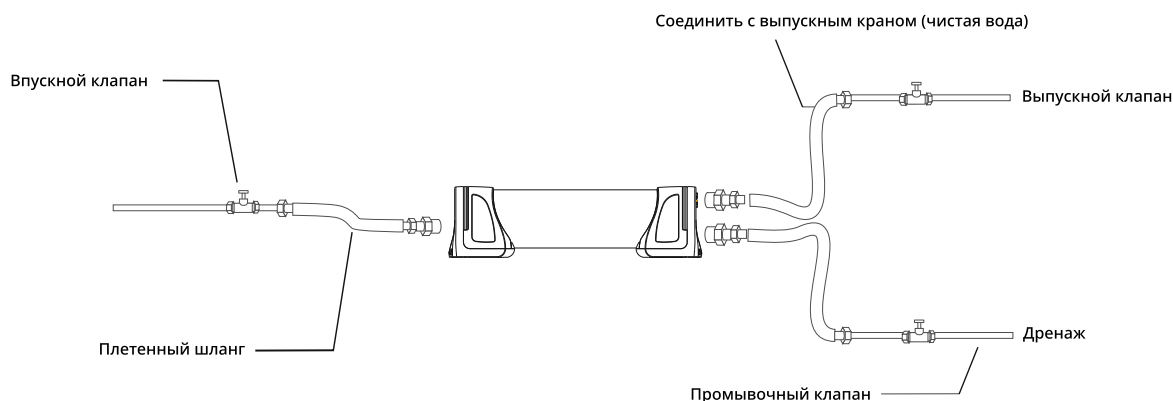

Рис. 7. Схема соединения шланга в оплетке
- Схема соединения шланга в оплетке. (Как показано на рис.7)